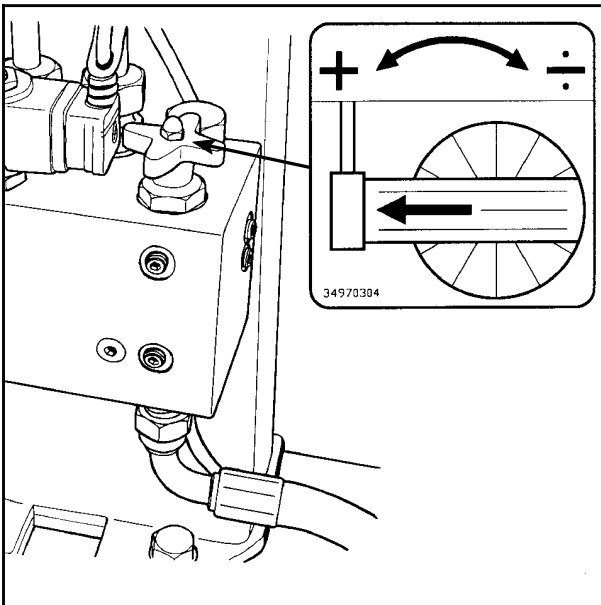

Bild 8-1
- 8.1 Traktor anlassen und mit ungefähr 1000 U/min leerlaufen lassen. Die Maschine anheben, damit sie vom Boden freikommt. Die Ölzufuhr zur Wickelmaschine läßt sich mit zwei Einstellventilen, die sich auf dem Hals der Maschine befinden, regulieren. (Siehe Abb. 8-1)